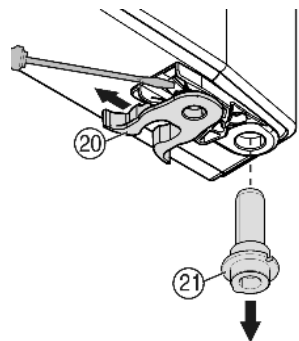

Fig. 10
- ▶ Přemístěte pružinovou svorku Fig. 10 (20): Stiskněte nos zarážky, přes ni stáhněte pružinovou svorku.
- ▶ Vytáhněte ložiskový čep Fig. 10 (21) z dveřní objímky a nasadte spolu s podložkou na protější stranu. Nos zarážky musí ukazovat k vnitřní straně dveří, zářez k vnější straně.
- ▶ Nasadte dveře dole a ložiskový čep Fig. 10 (21) do stojanu ložiska. Příp. ložiskovým čepem otáčejte tak, aby mohl zaskočit do západky.